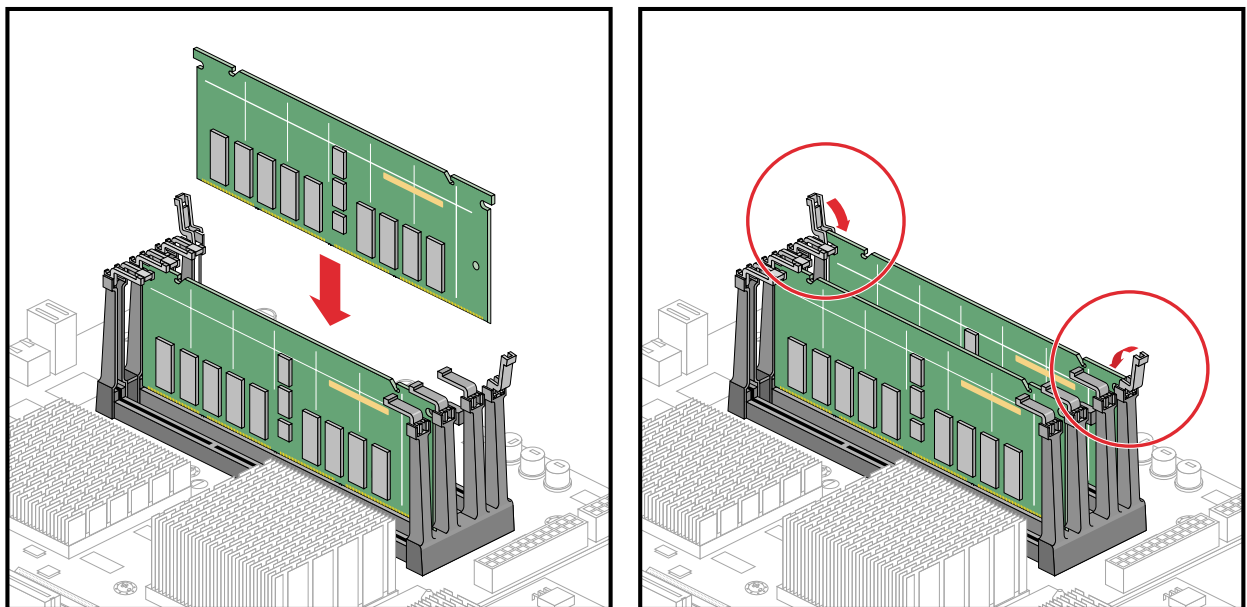

Abbildung 4-10 Installieren eines DIMM-Moduls
2. Drehen Sie die Auswurfriegel an den Enden des Steckplatzes so, dass sie aufrecht stehen, siehe Abbildung 4-10.